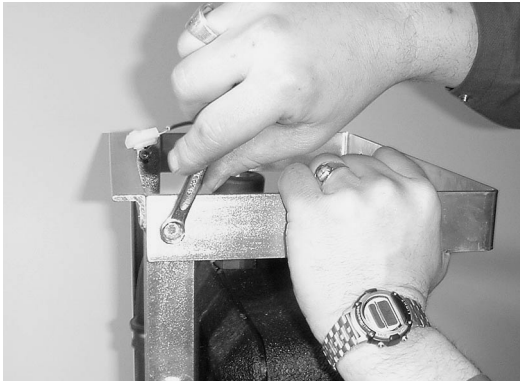

Bild 11: Wandhalterung an der Konsole befestigen
A) Standardmontage: Die Warmwasserstation wird mit dem Plattenwärmetauscher zur Wand zeigend montiert (**Bild 11**).
- Dabei die Bügel zum Plattenwärmetauscher weisend anbringen (vgl. **Bild 11 und 12**)